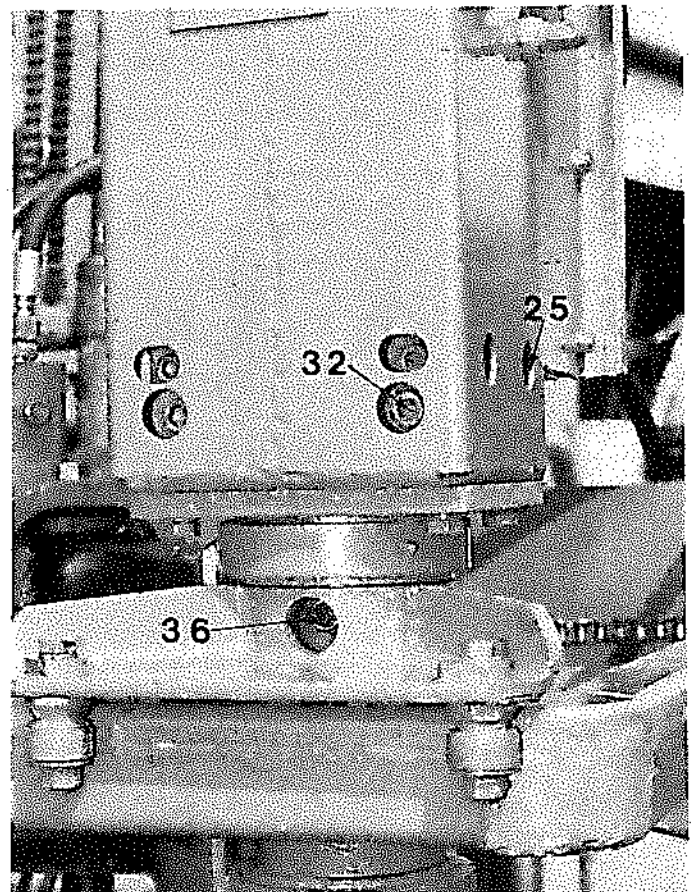

Abb. 12. Antriebskasten
- Gleitlager-Ringe Innenrohr (2x) Abb. 12
f. Einstellung Sägentiefe (Abb. 12 und 40)
Das Rohr, an dem die Säge befestigt ist, soll ohne Spielraum zwischen den Laufrollen im Antriebskasten laufen. Siehe Abb. 12 und 40. Falls Spielraum soll Einstellung mit den Exzenterachsen 25 und 34 (unten und oben) erfolgen.